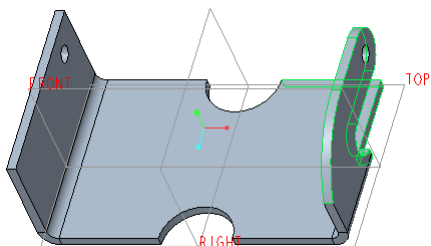

图 5-173 切割结果
(4) 在“拉伸”选项卡中选择 (盲孔) 深度选项，并输入拉伸的深度为“6”。
(5) 在“拉伸”选项卡中单击 (完成) 按钮，切割结果如图 5-173 所示。